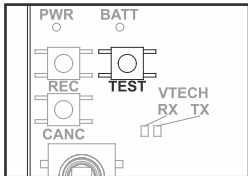

Fig. 3
- Premere il pulsante TEST (Fig. 3) sul ripetitore e tenerlo premuto fino all'accensione dei tre Led gialli. Appena registrato, apparirà la voce corrispondente con accanto l'indicazione del tipo di dispositivo (REP).
- Press the TEST button on the repeater (Fig. 3). Keep the button pressed until the three yellow LEDs come on. Once registered, the corresponding item will appear, together with the indication of the type (REP).